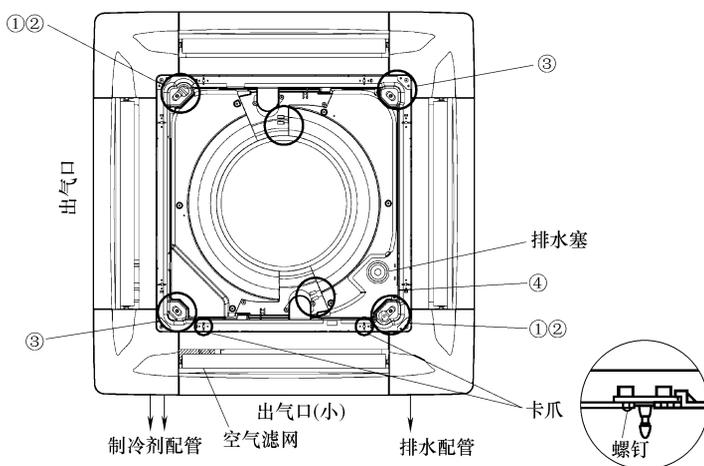

图 3-20 三菱四向嵌顶式室内机电动机插接器的安装连接
6) 连接百叶窗电动机插接器，如图 3-20 所示；将各连接器放入控制盒内。